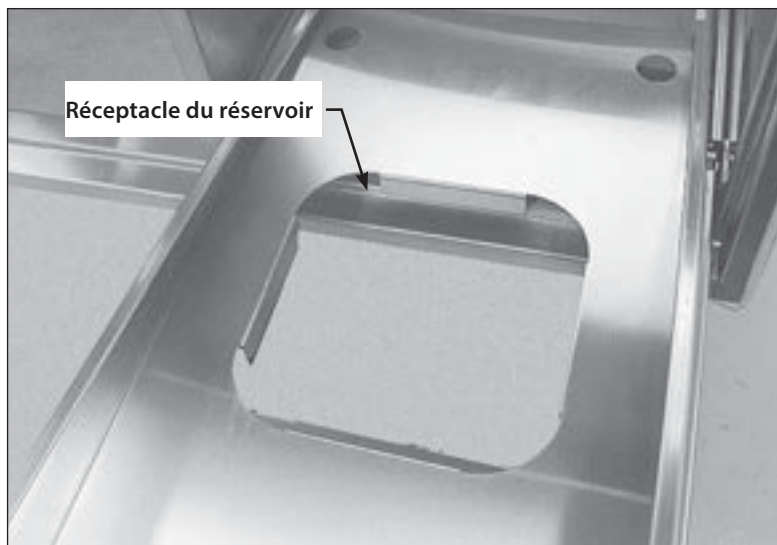

Fig. 14
5. Votre réservoir de propane sera installé dans le renforcement situé dans le bas du compartiment droit (Fig. 14).